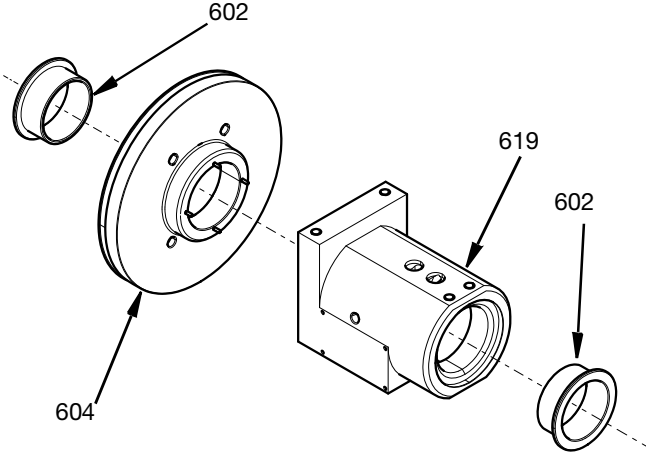

FIG. 21
1. Rakor muhafazası iç parçalarının contalarını takmadan önce tüm contaları ve halka contaları hafifçe yağlayın. Flanş rulmanlarını (602) rakor muhafazasına (619) ve rulman muhafazasına (604) yerleştirin. Bkz. FIG. 21.